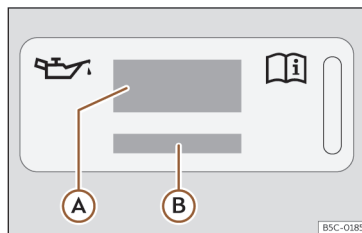

Fig. 201 No compartimento do motor: etiqueta de óleo do motor
Legenda da >>> **Fig. 201:**
Se tiver de adicionar óleo do motor, utilize um dos óleos indicados na etiqueta >>> **Fig. 201**. A etiqueta com a norma prescrita encontra-se na parte da frente do compartimento do mo-
- Se faltar a etiqueta com a especificação do óleo do motor >>> **Fig. 201**, contacte uma oficina especializada.